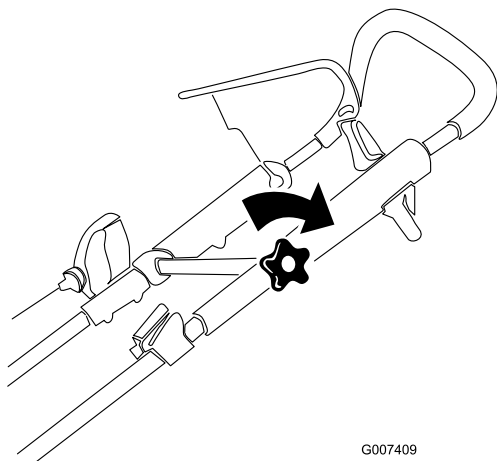

Figura 5
3. Spostate la sezione superiore della stegola nella posizione desiderata e serrate saldamente le manopole della stegola (solo modello 20999) (Figura 5).